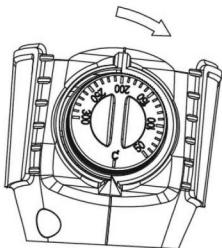

fig.3
- 4) Εξασφαλίστε ότι η τάση της πρίζας ρεύματος ταιριάζει στο εργαλείο πρωτού το χρησιμοποιήσετε. Επίσης εξασφαλίστε ότι το κουμπί θερμοστάτη έχει ρυθμιστεί στη θέση «0» προς αποφυγή μη ηθελημένης ενεργοποίησης (fig. 3)